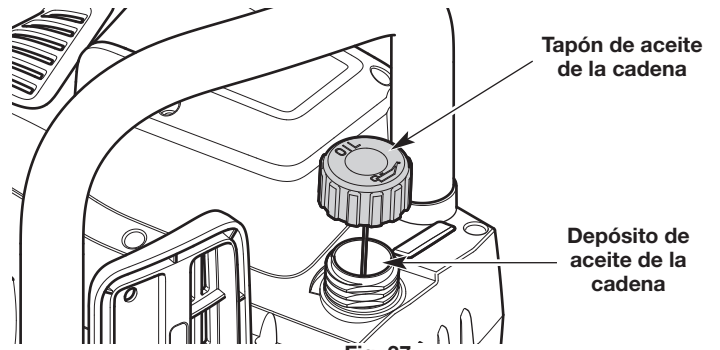

Fig. 37
1. **Coloque la unidad sobre una superficie plana y nivelada. Coloque la unidad con la tapa del depósito de aceite de la cadena mirando hacia arriba (Fig. 37).**
3. Desenrosque la tapa del depósito de aceite de la cadena (Fig. 37).